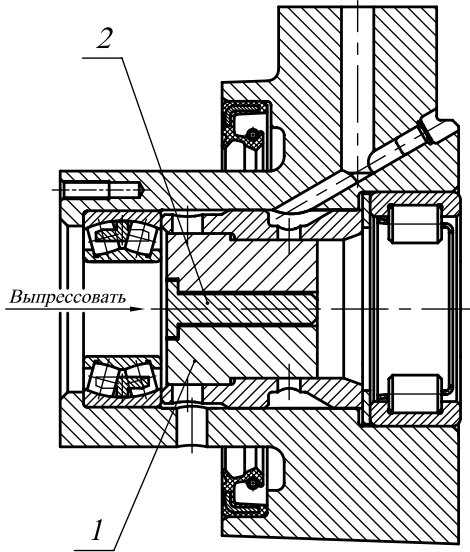

Рис. 113. Выпрессовка распорной втулки
9. Отвернуть болты 19 крепления упорного фланца 16, выпрессовать наружную распорную втулку 21 и наружную обойму заднего подшипника. Во избежание передачи осевого усилия через сепаратор переднего подшипника, выпрессовку необходимо проводить с помощью специального приспособления, как показано на рис. 113 и 114. После этого извлечь из корпуса передний подшипник.